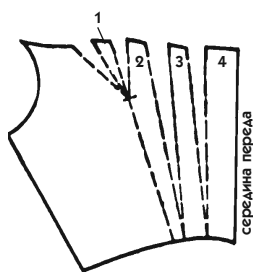

Рис. 548
- Закройте вытачку и определите глубину каждой складки, которую может обеспечить ее распах. Если распаха вытачки достаточно, раздвиньте полоски 3 и 4 в тех же пропорциях и закончите лекало (рис. 548).
6. Для формирования сборок вместо складок достаточно, раздвинув полосы, соединить их линией, идущей через середины их концов (как на рис. 548 или 549).